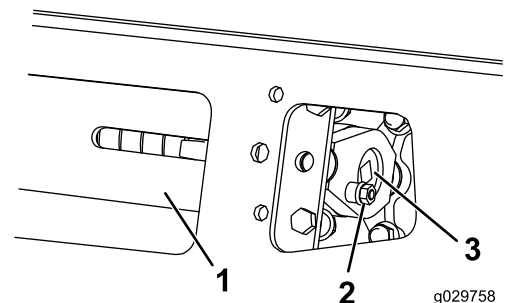
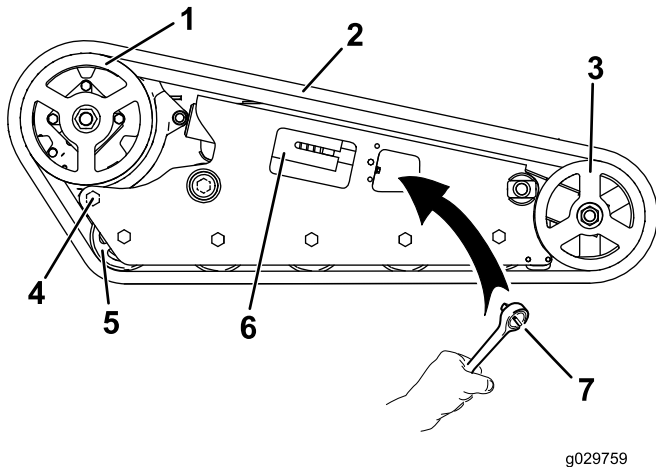

Bild 53
Bild 54
3. Entfernen Sie die Befestigungsschraube und Mutter (Bild 53).
5. Fluchten Sie die am nächsten liegende Kerbe in der Spannschraube mit dem Loch der Befestigungsschraube aus und befestigen Sie die Schraube mit der Befestigungsschraube und Mutter (Bild 53).
3. Lösen Sie die Antriebsspannung mit einem Sechskantschlüssel (1/2"), indem Sie die Spannschraube nach rechts drehen (Bild 53 und Bild 54).
4. Lösen Sie die hintere Schraube in der Nähe des Antriebsrads (Bild 54).
6. Wenn Sie die Kette vom Vorderrad entfernt haben, entfernen Sie sie vom Antriebsrad und den Straßenrädern (Bild 54).
7. Legen Sie die neue Kette, beginnend beim Antriebswirbel, um den Wirbel und stellen Sie sicher, dass die Stollen an der Kette zwischen die Distanzstücke auf dem Wirbel passen (Bild 54).
8. Drücken Sie die Kette unter und zwischen die Straßenräder (Bild 54).